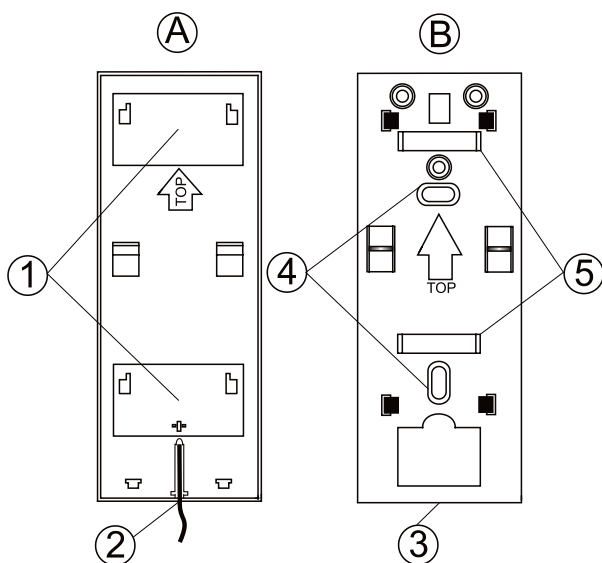

Abb. 2 Vorbereitung für die Installation:
Die Antenne wird unzerlegbar, mit einer Kabelzuleitung von 1,9 m Länge geliefert. Im Lieferumfang ist auch die Installationsunterlage (Abb. 2 - B) enthalten, die eine Installation mit Schrauben oder auf der Stabhalterung ermöglicht.
- Für die Installation mit Hilfe von Schrauben verwenden Sie die Installationsunterlage (Abb. 2 – B). Zuerst installieren Sie die Installationsunterlage am gewünschten Ort (nutzen Sie die Öffnungen für Schrauben - 4), dann lassen Sie den Körper der Antenne von oben nach unten in der Unterlage einrasten.
- Die Installation auf geradem Untergrund kann mit beidseitigen Aufklebern (im Lieferumfang enthalten) durchgeführt werden. Auf der Antennen-Rückseite (Abb. 2 – A) stehen zwei Positionen (1) ohne Kerben für diese bereit.
- Für die Installation an der Stabhalterung muss die Installationsunterlage (Abb. 2 – B) verwendet werden. Zuerst befestigen Sie die Installationsunterlage (B) mit zwei Kabelbindern (im Lieferumfang enthalten) an der Stabhalterung. Nutzen Sie die dafür die vorgesehenen Öffnungen (5). Dann lassen Sie den Körper der Antenne von oben nach unten in der Installationsunterlage (B) einrasten.